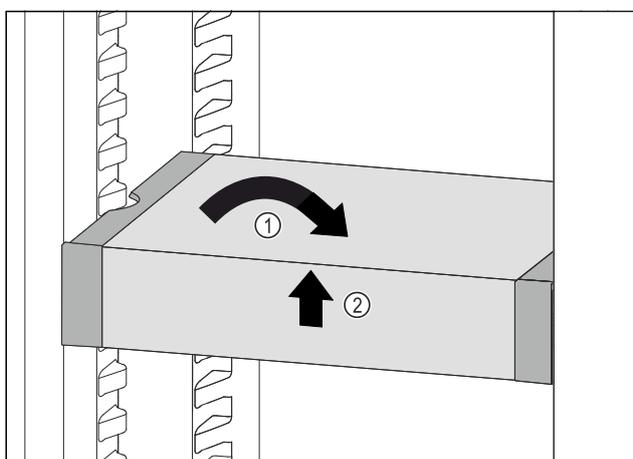

Fig. 38
- ▶ Remettre le VarioSafe droit. Fig. 38 (1)
- ▶ Soulever la partie avant du VarioSafe. Fig. 38 (2)